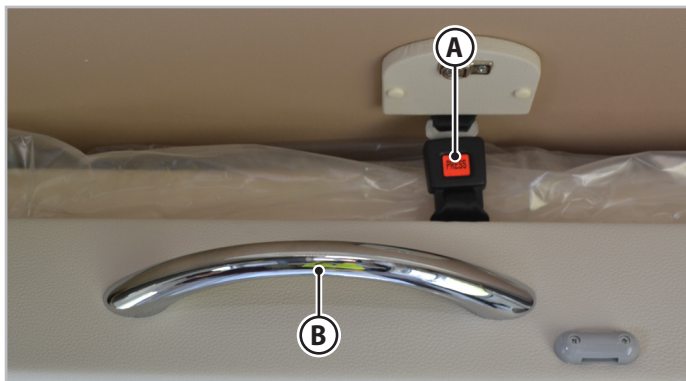

Fig.6.18 - Sænkeseng foran
1. Lås sikkerhedsanordningen (**A** - Fig.6.18) op.
2. Tryk på det relevante håndtag (**B** - Fig.6.18) og bring sengen til slutningen af vandringen.
1. Tryk på det relevante håndtag (**B** - Fig.6.18) og bring sengen til slutningen af vandringen.
2. Fastspænd sengen igen ved hjælp af sikkerhedsanordningen (**A** - Fig.6.18).